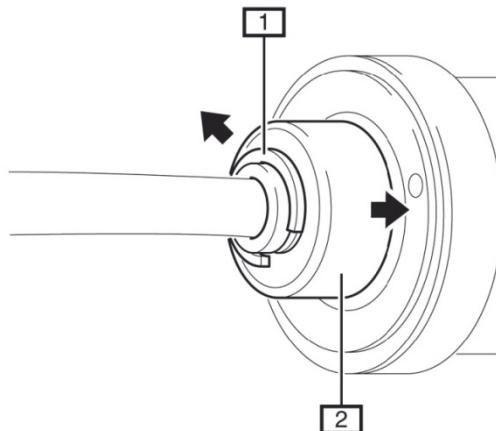

Fig. 8: 1 Sicherung / Lock ring / Sécurité / Seguro 2 Halteelement / Retainer element / Elément de support / Elemento de sujeción
- Fig. 8 Den Luftfederkreislauf ganz entlüften.
- Sicherungsring (1) am Proportionalventil des PDC Stoßdämpfer entfernen.
- Das Haltelement (2) mit einem passenden Gabelschlüssel in Richtung PDC Stoßdämpfer gedrückt halten.
- Fig. 8 Bleed all air from the air-spring circuit.
- Remove lock ring (1) on the PDC shock absorber's proportional valve.
- Keep the retainer element (2) compressed toward the PDC shock absorber with an appropriate fork wrench.
- Fig. 8 Purger complètement le circuit de suspension pneumatique.
- Enlever le circlip (1) de la soupape proportionnelle de l'amortisseur PDC.
- Maintenir en place l'élément de support (2) en direction de l'amortisseur PDC avec une clé à fourche adéquate.
- Fig. 8 Purgar completamente el circuito de la amortiguación neumática.
- Retirar la anilla de seguridad (1) de la válvula proporcional del amortiguador PDC.
- Mantener apretado el elemento de sujeción (2) en el sentido del amortiguador PDC con una llave de boca.